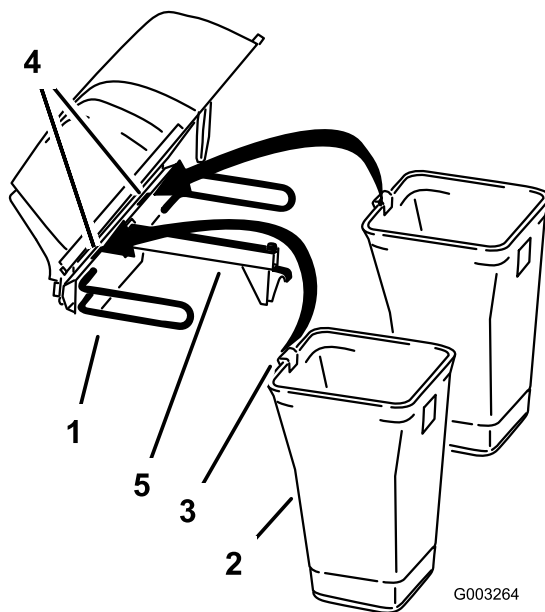
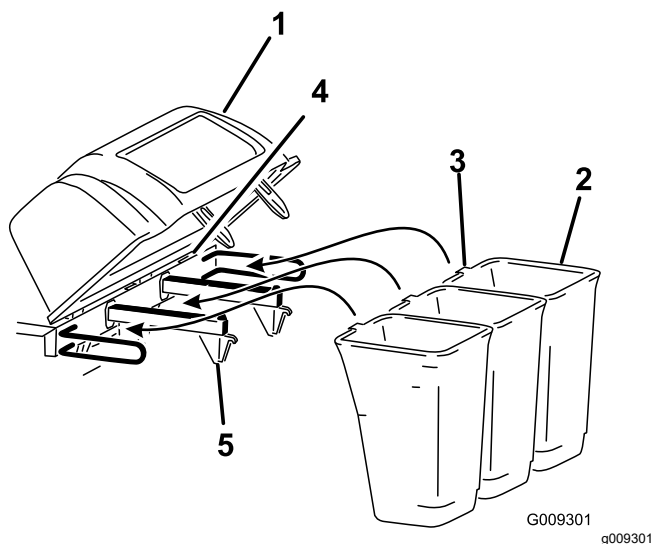

Figura 8
Figura 9
6. Inserite la linguetta del cesto nell'apposita fessura sul gruppo cofano (Figura 8 o Figura 9).